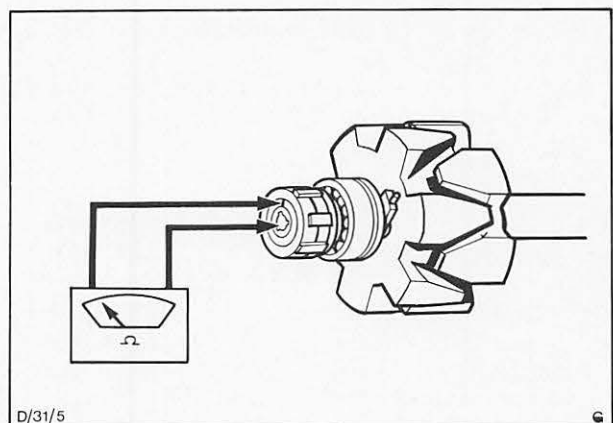

Abb. 50 Läuferwicklung auf Durchgang prüfen
- a) Läuferwicklung auf Durchgang prüfen. Abb. 50.